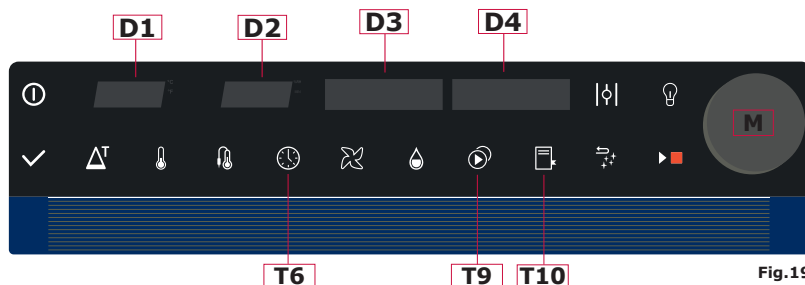

Fig.19
3. Premere contemporaneamente la manopola **M** e il pulsante **T10** (Fig.19).
3. Premere contemporaneamente la manopola **M** e il pulsante **T9 (Fig.19)**
Per eseguire questa operazione è sufficiente tenere premuto il pulsante **T6 (Fig.19)** e seguire le indicazioni dei display D3 e D4, ruotando la manopola M in senso orario e antiorario e confermando i dati selezionati premendo la manopola stessa.